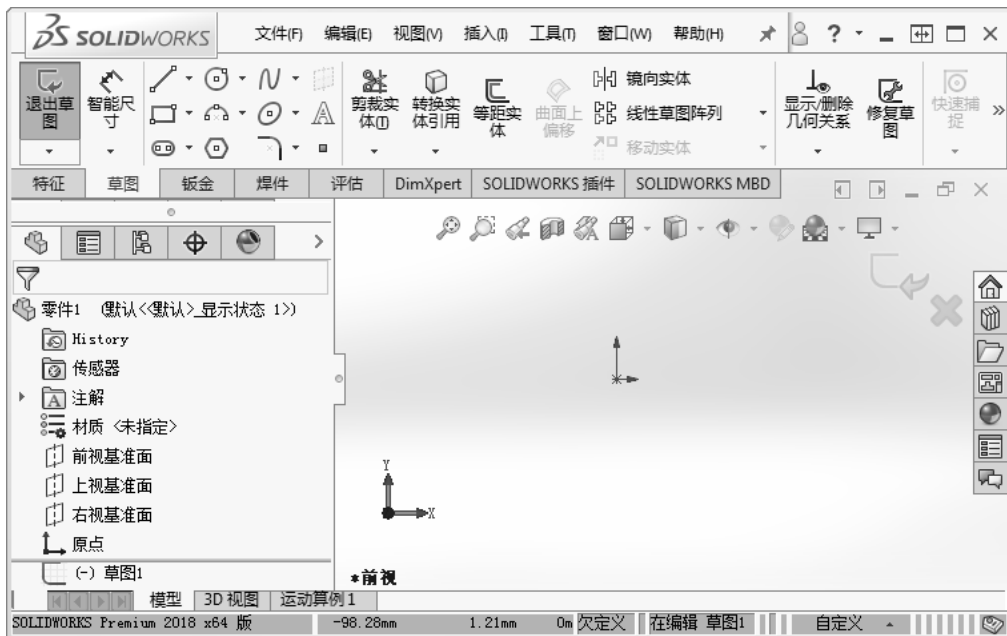

图 4.2.2 草图设计环境
Step2. 选择下拉菜单 **插入(I)**  **草图绘制** 命令, 在图形区选取“前视基准面”作为草图基准面, 系统进入草图设计环境 (图 4.2.2)。